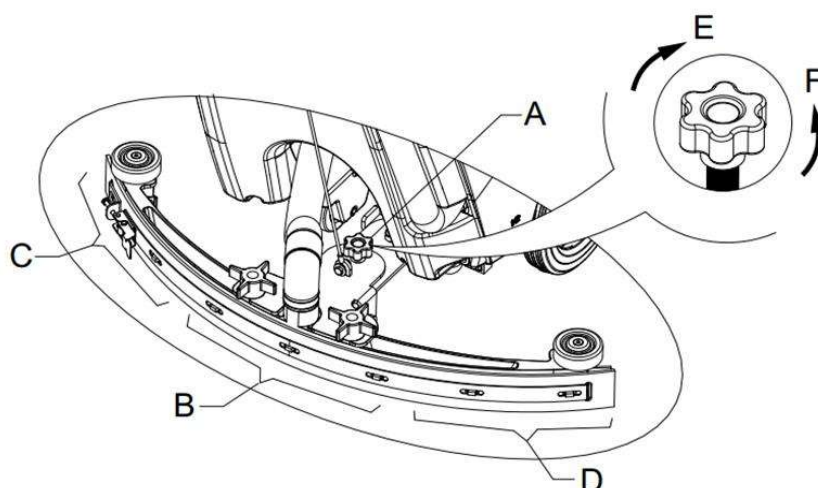

Figur 8
Ifølge typen gulv som skal rengjøres, kan maskinen brukes med børste (A, figur 8), eller en pad-holder (B og C, figur 8).
1. (Kun for **AS430B** og **AS510B**): Sjekk at strømbryteren (41) er slått av (O).
2. Bruk skyvehåndtaket (2) til å løfte tankkabinettet (26).
3. Sett børsten (A) eller pad-holderen (B-C) under maskinen.
4. Bruk skyvehåndtaket (2) til å senke tankkabinettet (26) slik at det kommer i kontakt med en børsten eller pad-holderen.
5. For å feste børste/pad-holder automatisk, sett strømbryteren (41) til "I"-posisjon og trykk ned sikkerhetsbryteren (1). Skyv forsiktig maskinen fremover slik at beltehjulet i bunnen av tankkabinettet kan innrettes med børsten eller pad-holderen, og som deretter kan festes. Slipp deretter sikkerhetsbryteren. Gjenta denne fremgangsmåten etter behov til børsten/pad-holderen er festet.
6. Hvis trinn 5 ovenfor viser seg å være vanskelig, kan børste/pad-holder festes manuelt i henhold til pilen (D) som vist i figur 8.
7. For automatisk fjerning av børste/pad-holder, sett strømbryteren (41) til "O"-posisjon. Hold i skyvehåndtaket og press maskinen nedover til styrehjulet kommer i kontakt med gulvet, og børste/pad-holder henger i luften. Sett strømbryteren (41) til "I"-posisjon, og trykk ned sikkerhetsbryteren for å la børsten/pad-holderen rotere til børsten/pad-holderen frigjøres.
8. Hvis trinn 7 viser seg å være vanskelig, kan det gjøres manuelt ved å dreie børsten/pad-holderen i motsatt retning av normal rotasjonsretning, og deretter tas av (som vist i figur 8).